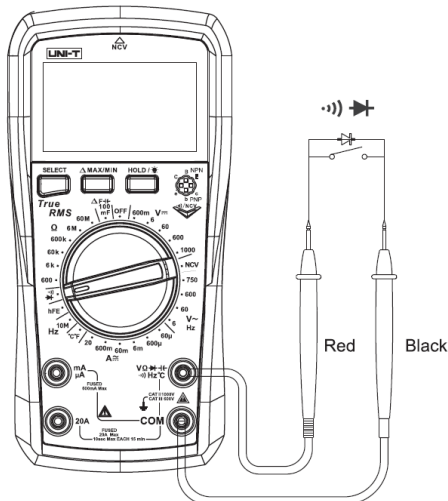

Рисунок 4
3. Измерение проводимости (Рисунок 4)
4. Измерение диодов (Рисунок 4)